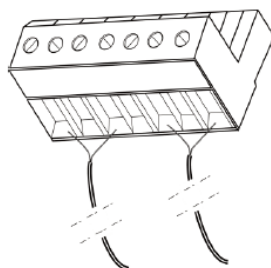

Figura 17 Conexión del cable de salida de audio al terminal de cableado de entrada del amplificador de potencia
- b. Tome el extremo del cable que se introdujo a través de la cubierta protectora del terminal de cableado del amplificador de potencia, conecte el cable al terminal de cableado de salida del amplificador de potencia (conector euroblock verde 7P de 5,08 mm), y apriete los tornillos. Consulte la Figura 17.
- d. Conecte el extremo del cable que se ha introducido a través de la cubierta protectora de la ZS-2000M al terminal de cableado de entrada del amplificador de potencia (conector euroblock verde 4p de 5,08 mm), y apriete los tornillos. Consulte la Figura 17.
Pele la cubierta del cable de un extremo del cable de conexión del contacto seco preparado en unos 10mm, inserte los cables en el terminal de cableado del contacto seco (conector euroblock verde 8P de 3.81mm), y apriete los tornillos. Consulte la Figura 17 para obtener más información.